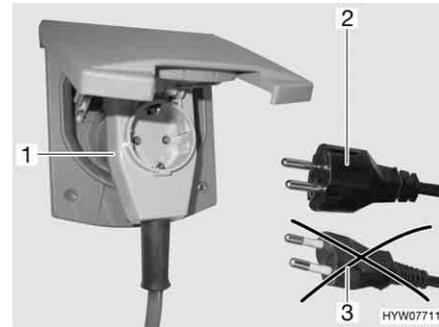

Bild 137 Anschluss an eine Winkel-
- ▶ Bei Verwendung einer CEE 17 Winkelkupplung mit rückseitig eingebauter Steckdose (Bild 137,1) nur einen gummierten und versiegelten IP 44 Stecker mit Schutzkontakt (Bild 137,2) verwenden. Keine Stecker ohne Schutzkontakt (Bild 137,3) verwenden. Gefahr eines Stromschlages!